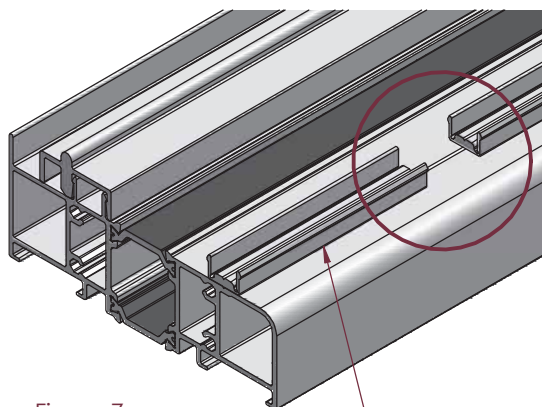

Figura 7
- Figura 7: Realización del vaciado para introducir la cerradura de la falleba.